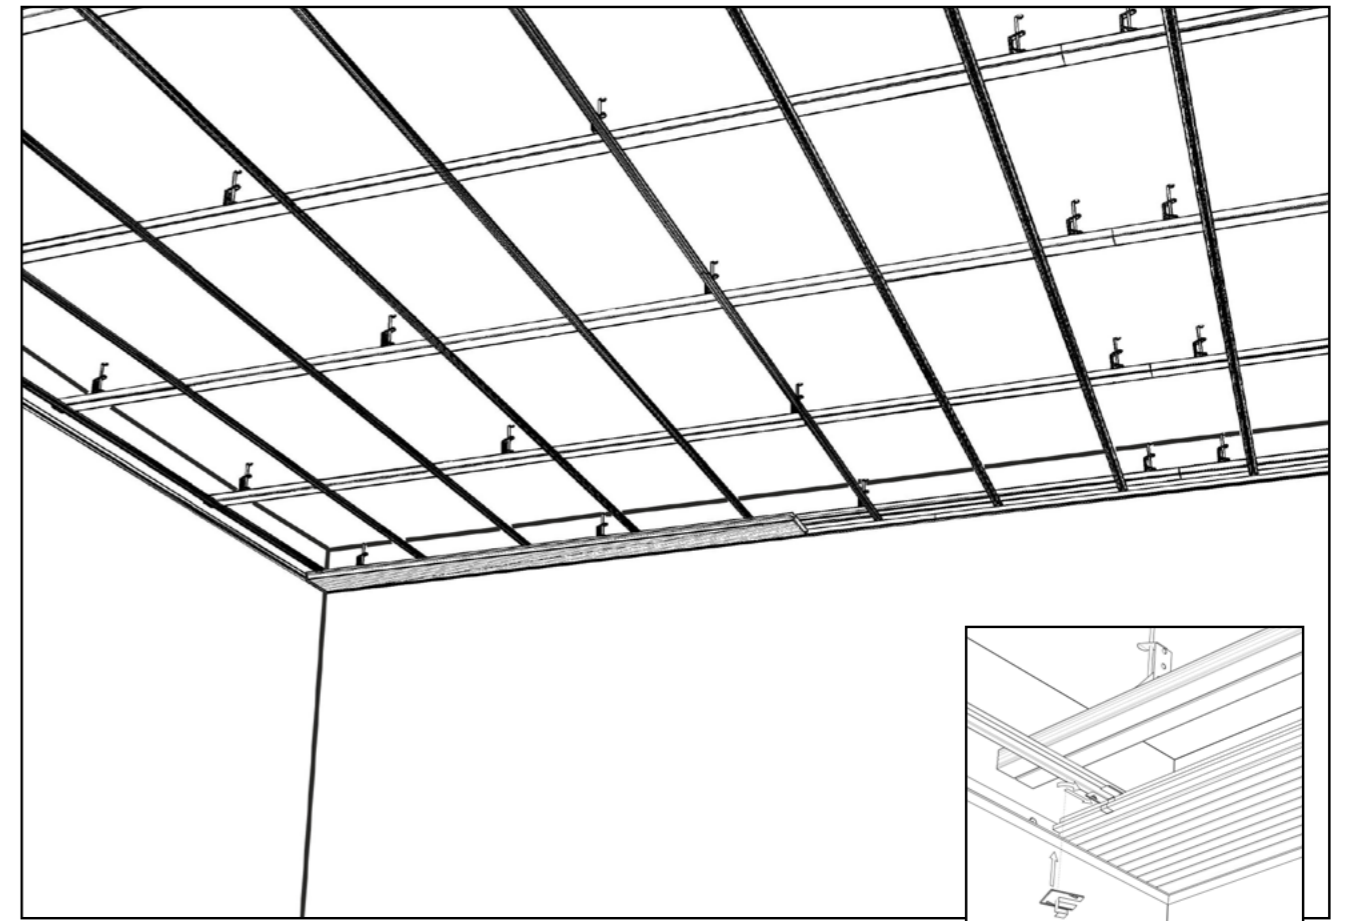

Abb. 4a
**Abb. 4a:** zeigt die Montage der Akustikelemente mit dem Admonter Acoustic Befestigungssystem. Verdeckte, werkzeuglose Befestigung der Akustik Elemente erfolgt bei „ACOUSTICs Premium“ mit den dafür vorgesehenen Systemkrallen (Art. Nr.: 101030) auf dem Admonter Acoustic Hutprofil (Art. Nr.: 104098).